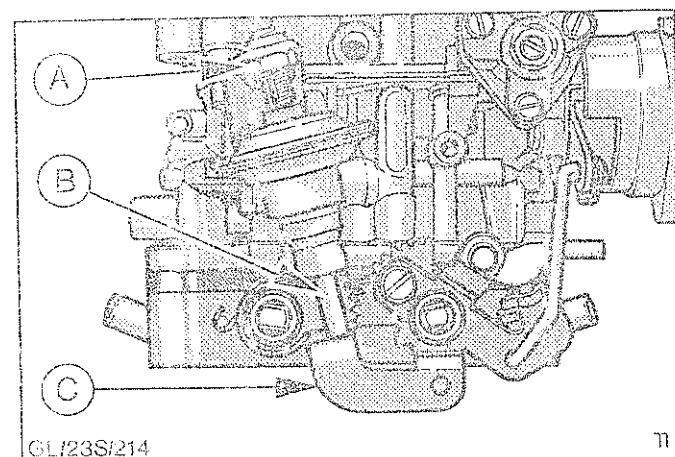

Abb.29 Schließdämpfer einstellen
- Dämpfer nach unten drehen, bis ein Spiel von 0,05 mm zwischen Dämpferstange "B" in Abb.29 und Drosselklappenhebel "C" gemessen wird.
- Kontermutter "A" in Abb.29 kontern.